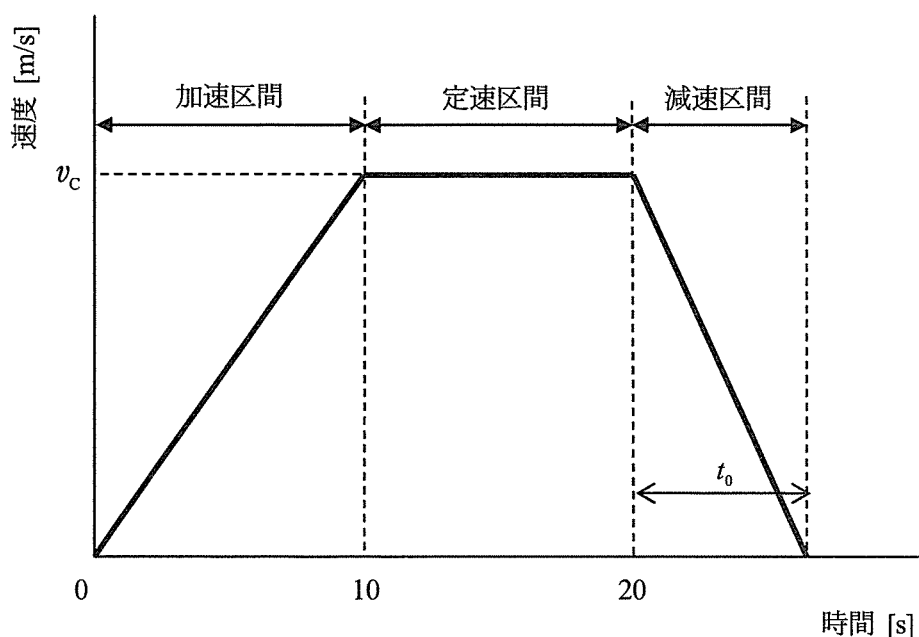

図2 搬送機の時間-速度特性
(2) 蓄電池を電源として、平坦な直線上の2点間を移動する車輪駆動式搬送機がある。搬送機の質量は積載荷重を含めて5000kgである。この搬送機が、図2に示すような運転パターンで、始点での静止状態から10sの間、駆動力5000Nで加速した。その後10sの間、一定速度で走行し、更にその後、-7500Nの駆動力で減速走行して停止した。減速走行時は回生制動によって減速するものとし、制動エネルギーはすべて回生されるものとする。